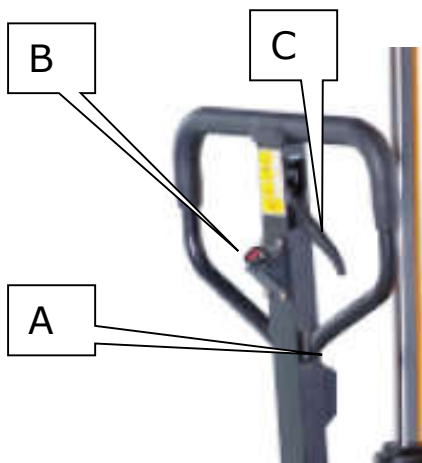

FIG.1
2. Il timone (Fig.1) viene utilizzato per tirare o sterzare il carrello.